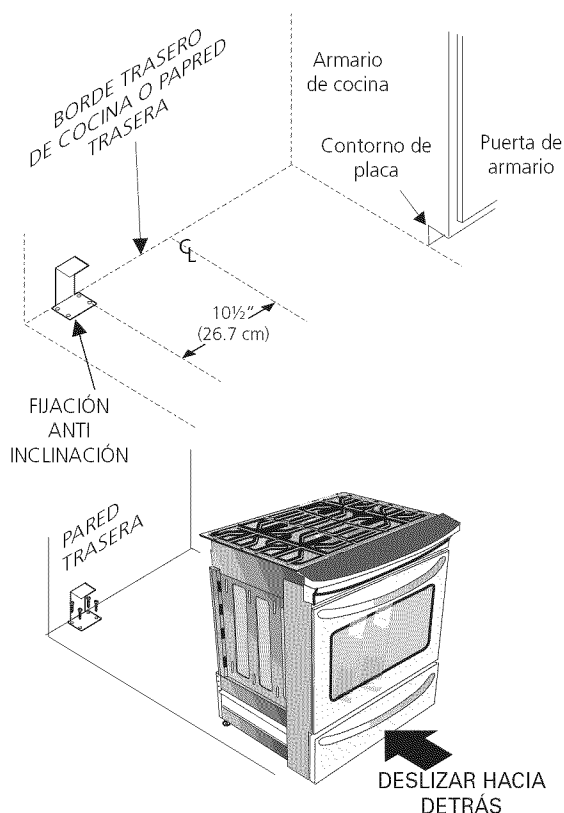

Figura 14
2. Desplegar el molde de papel y colocarlo alisado sobre el piso con el vértice posterior derecho posicionado exactamente en la intersección de las líneas central y posterior dibujadas anteriormente. (Si no se dispone de un molde, usar el diagrama incluido a continuación para ubicar las ménsulas (Figura 14)).
6. Deslice la cocina hacia su lugar asegurándose que la pata de centro trasera está completamente segura con el soporte anti-inclinación (Figura 14). Baje la cocina ajustando las 4 patas de nivelación hasta que la plancha de cocinar está apoyada en el mostrador. Refiere a la "Nivelación de la cocina" a la página 6.